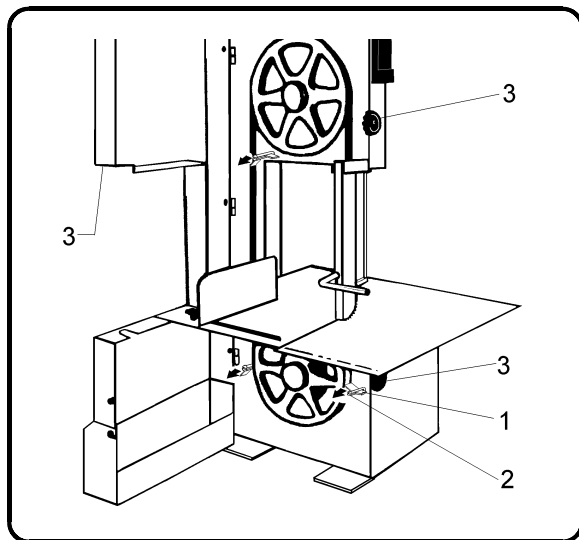

Fig. 7.6.6
- Con la macchina scollegata dalla rete, aprire lo sportello e sfilare i raschialama "1" dai supporti "2" come indicato dalla freccia in Fig. 7.6.6.